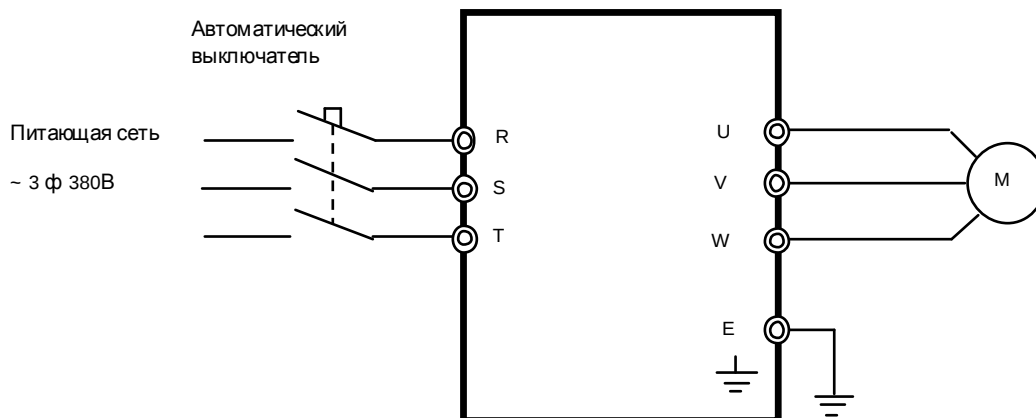

Рис.8.2. Схема подключения силовых цепей ПЧ EI-7011
8.2. Подключить проверяемый ПЧ по схеме, приведенной на рис. 8.2.